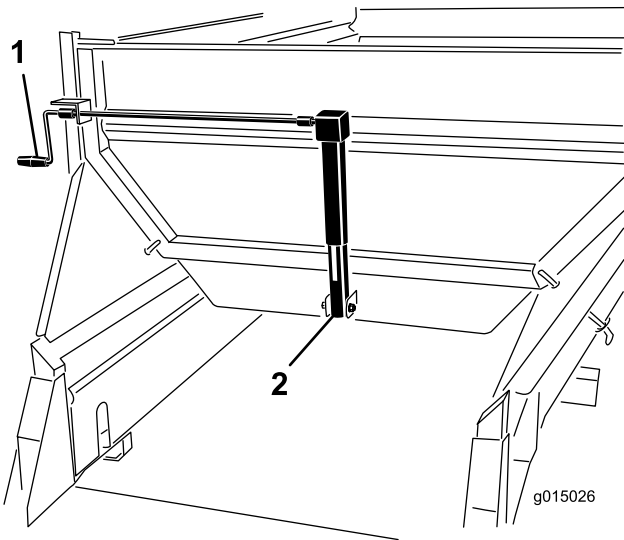

Bild 46
Drehen Sie die Welle, um die Klappe (Bild 46) einzustellen, bis der Pfeil auf die Mitte der gewünschten Farbe (in diesem Beispiel Gelb) ausgerichtet ist.
1. Drehen Sie die Welle, um die Klappe (Bild 46) einzustellen, bis der Pfeil auf die Mitte der gewünschten Farbe (in diesem Beispiel Gelb) ausgerichtet ist.